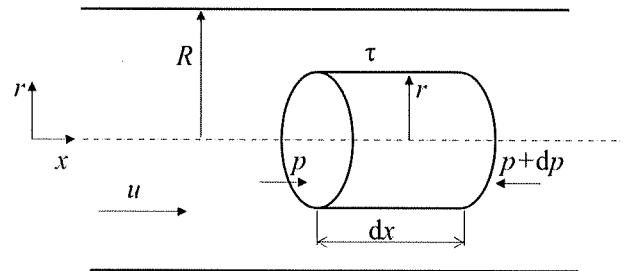

図 I-1 円管内での流れ
(1) 図 I-1 に示すように、半径 R [m] の円管内を粘度 μ [Pa·s] のニュートン流体が流れている。流れは層流である。流れの中心にある半径 r [m]、長さ dx [m] の小さな流体円柱について考える。次の問①～③に答えよ。
- ① 流体円柱の表面に働くせん断応力 τ [Pa] と円柱の両側の端面に働く圧力 p [Pa] と $p + dp$ [Pa] による力のつり合いを式で表せ。
- ② 流体円柱の表面に働くせん断応力 τ [Pa] を表すニュートンの粘性法則の式を書け。
- ③ x 方向の圧力勾配 dp/dx が一定として、半径 r 方向での流速 u [m/s] の分布を表す式を導け。導出過程も示せ。